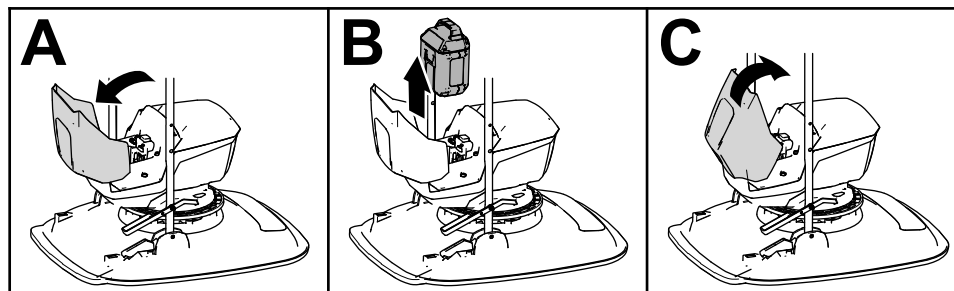

Figura 18
2. Aprite il coperchio del vano batteria (Figura 18).